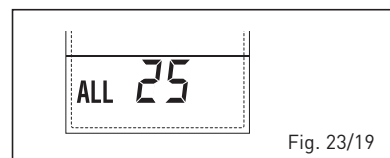

Fig. 23/19
- **ANOMALÍA SONDA AUXILIAR (S3) "ALL 26"** (fig. 23/20).